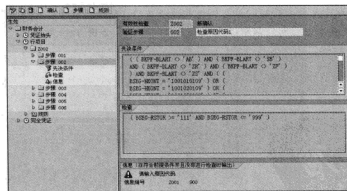

图 5-36 原因代码的有效性检查设置
STEP 3 原因代码的有效性检查。双击目录中对应的调用点，在弹出的有效性检查界面，可以创建左树中的“步骤 002”，定义原因代码的有效性检查。在“先决条件”中，可以设置当凭证类型不为 AB、SB、ZR、ZS、ZP 时，总账科目为现金清算或银行存款清算必须输入原因代码，如图 5-36 所示。